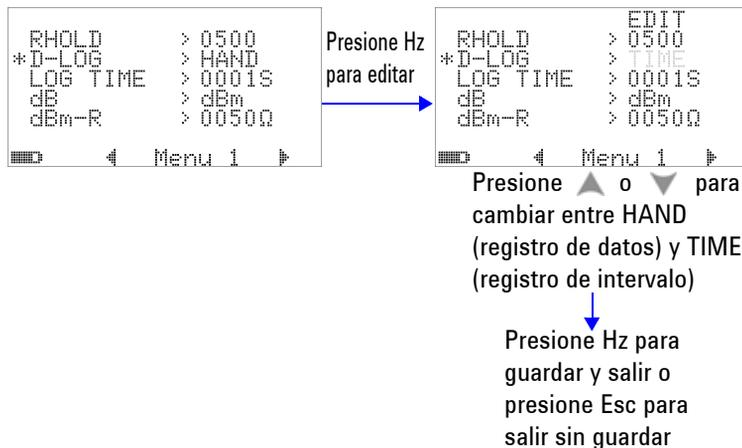

Figura 4-3 Configuración de registro de datos
- 1 Configure en "HAND" para activar el registro de datos manual (a mano), o en "TIME" para activar el registro de datos de intervalo (tiempo). Consulte la Figura 4-3 en la página 90.